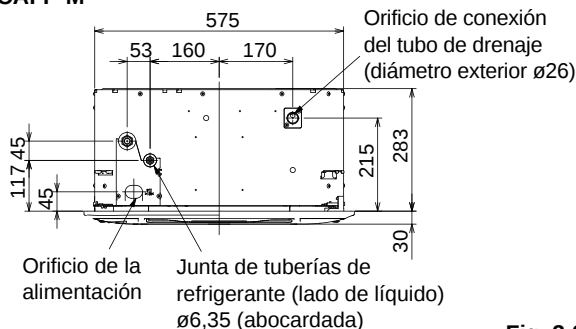

Fig. 3-3
- (3) Determine el paso de los pernos de suspensión utilizando el diagrama de instalación de escala completa. El diagrama y la tabla (Fig. 3-3 y tabla 3-2) muestran la relación existente entre las posiciones del acoplamiento de suspensión, la unidad, y el panel.